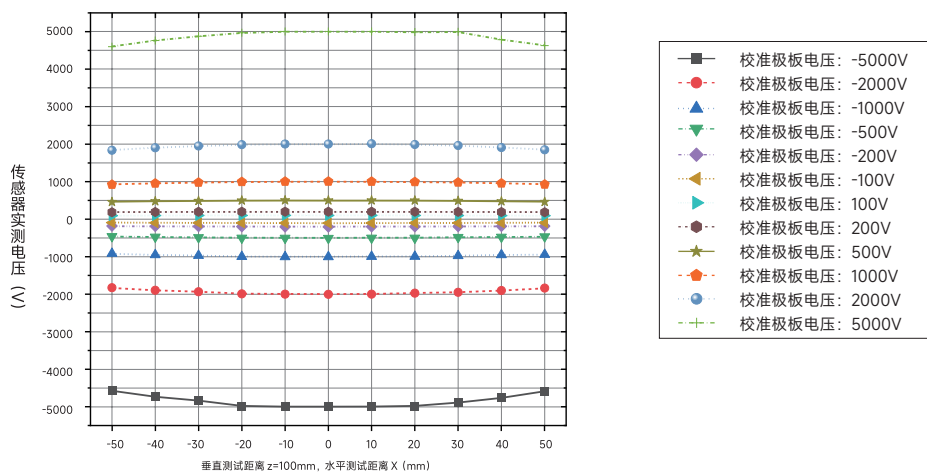

图 13 垂直距离 100mm 时，标准平板电极水平测试数据图
- ③ 图 13 是在垂直测试距离 100mm，标准平板电极为 150mm x 150mm 不锈钢电极，传感器以校准平板中心位置为坐标原点，不同水平测试距离下的测试数据图：